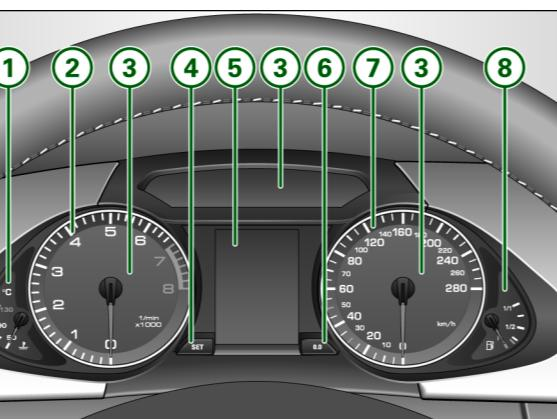

图 2 组合仪表一览
冷却液温度表 ① ⇒ 图 2 仅在点火开关打开后才开始工作。为避免损坏发动机，请您留意以下关于温度范围的说明。
转速表的指针 ② ⇒ 第 11 页，图 2 只允许短时进入刻度盘的红色区域；否则有损坏发动机的危险！刻度盘红色区域的起始点取决于各发动机的具体情况。